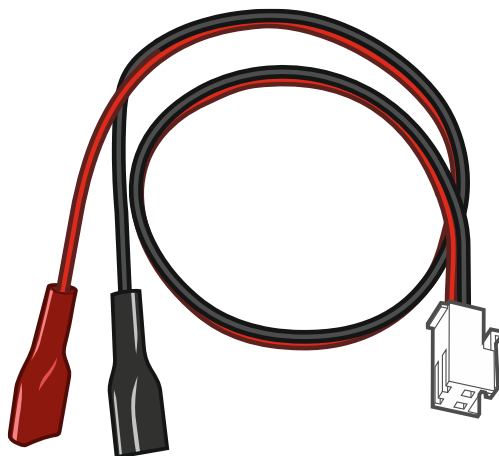

Fig. 2. Cables para conectar la batería (rojo +, negro -).
- ② pins de REINICIO que en caso de emergencia permiten activar la central (ver: «Procedimiento de emergencia de activación de la central» p. 14).
- ③ puerto RS-232 (TTL).
- ④ conector para conectar los cables a la batería. los cables van incluidos (fig. 2).
- ⑤ cable con el conector para conectar antena. Si la central ya viene montada en una caja de plástico puedes usar la antena diseñada para el montaje en el interior de la caja. Si la central ya viene montada en una caja de metal, usa la antena diseñada para el montaje sobre la caja o para el montaje a cierta distancia de la caja.
- ⑥ diodo LED SIM1. Encendido si está activa la tarjeta instalada en la ranura SIM 1.
- ⑦ diodo LED SIM2. Encendido si está activa la tarjeta instalada en la ranura SIM 2.
- ⑧ ranura SIM1 para instalar la primera tarjeta SIM.
- ⑨ ranura SIM2 para instalar la segunda tarjeta SIM.
- ⑩ conector de comunicación para conectar el módulo PERFECTA-RF.
- ⑪ conector de tipo mini-jack para conectar el micrófono.